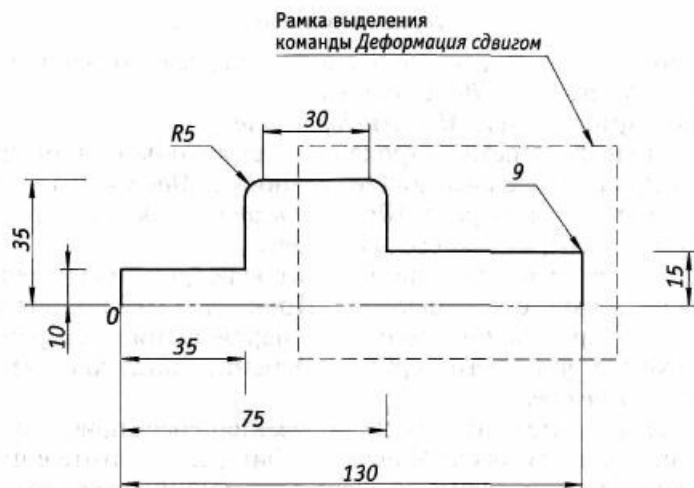

Рис. 1.6. Выполнение чертежа с использованием команды *Деформация сдвигом*
Упражнение 1.8. Создание чертежа с использованием команды *Деформация сдвигом* (рис. 1.6).
2. Нанесите размеры общей длины изделия (130 мм) и расстояния между точками двух дуг сопряжения (30 мм) (см. рис. 1.6). Для этого на компактной панели активизируйте кнопку *Размеры*. После разворачивания меню выберите команду *Линейные размеры*. Укажите поочередно точки, между которыми следует поставить размер. При необходимости укажите *Тип ориентации линейного размера* на панели свойств.